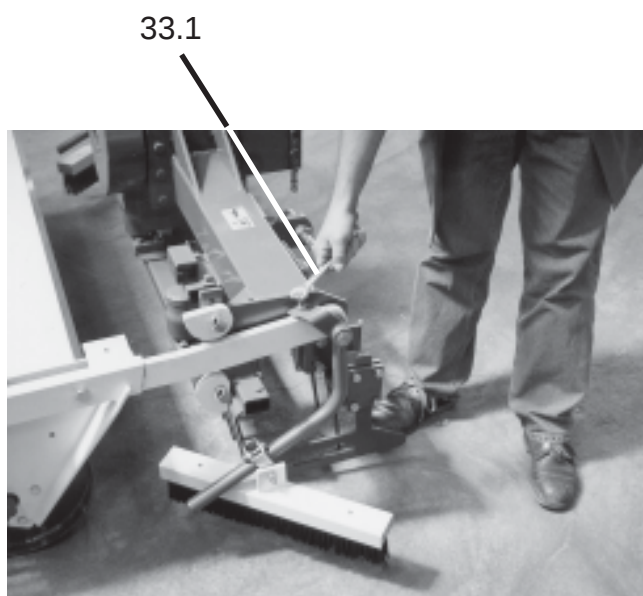

fig. 33
- régler la hauteur du balai à l'aide de la vis de réglage (fig. 33/1),